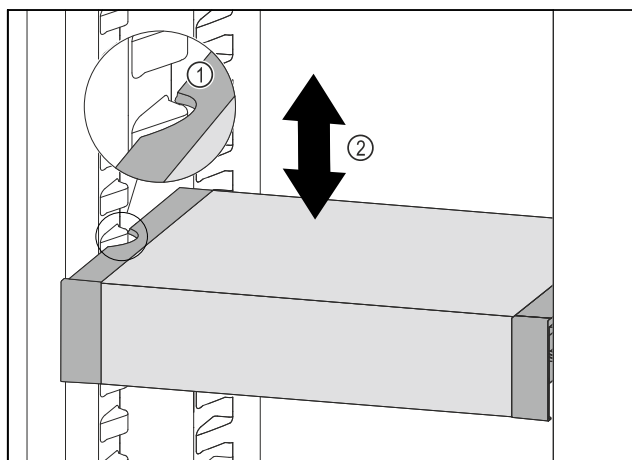

Fig. 84
- ▶ VarioSafe w chłodziarce przesunąć w górę lub w dół, aż zostanie osiągnięta żądana wysokość. *Fig. 84 (2)*